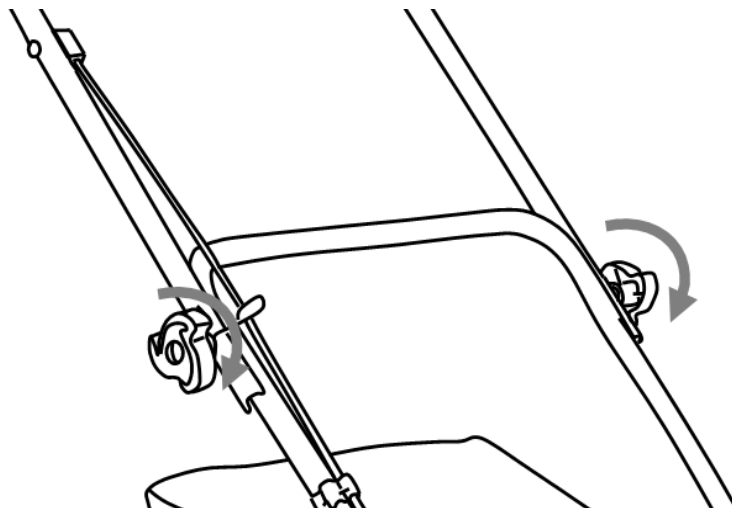

Abb. 2
- 2) Verbinden Sie den oberen und den unteren Griff mithilfe des Feststellrads (Abb. 2 und 3).